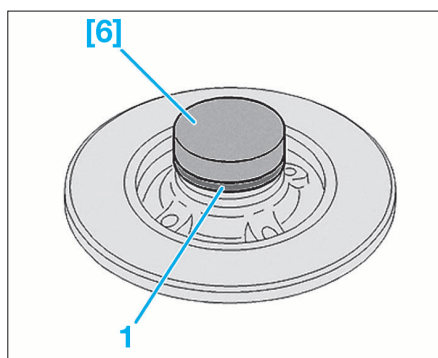

FIG. 52
- A l'aide de l'outil [6], mettre en place la cible d'antiblocage (Fig.52).